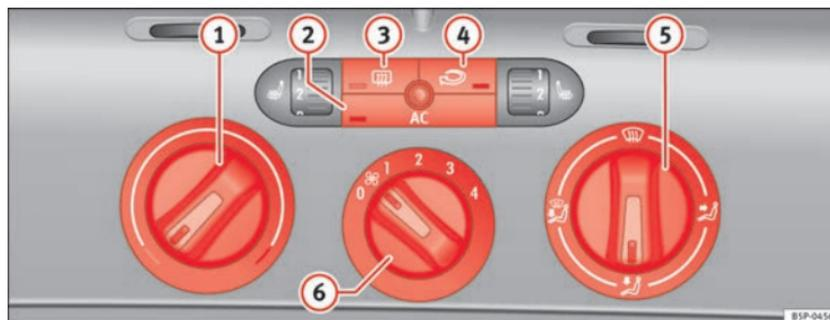

Fig. 129 Comandos do Climatic no painel de instrumentos
- Rodar o regulador da temperatura ⇒ fig. 129 ① para a direita, até ser atingida a potência calorífica pretendida.